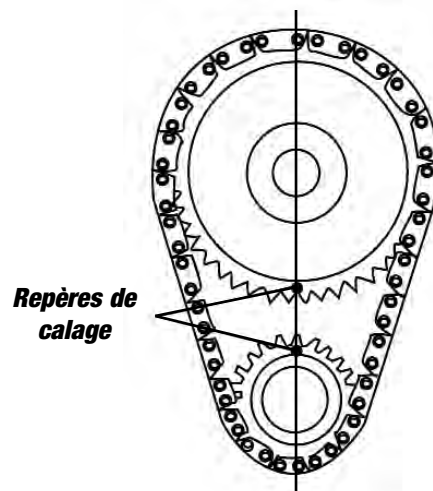

Figure 2 - Alignement des pignons de la chaîne de distribution
3. Posez l'arbre à cames en alignant les marques de calage selon les spécifications recommandées par le fabricant. Se reporter à la figure 2. **REMARQUE :** Posez un joint neuf entre le carter d'huile et le couvercle avant si le joint a été endommagé lors de son retrait. Utilisez un scellant à la silicone à vulcanisation à la température ambiante pour garantir une bonne étanchéité du carter.